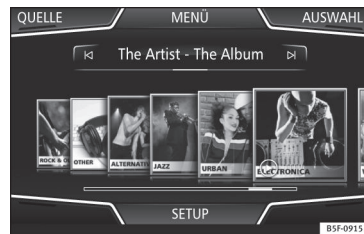

Abb. 206 Auswahl nach Cover.
Beim Antippen des aktuellen Covers » Abb. 205 ① werden alle Albencover angezeigt, die in der aktiven Medienquelle zur Verfügung stehen » Abb. 206.